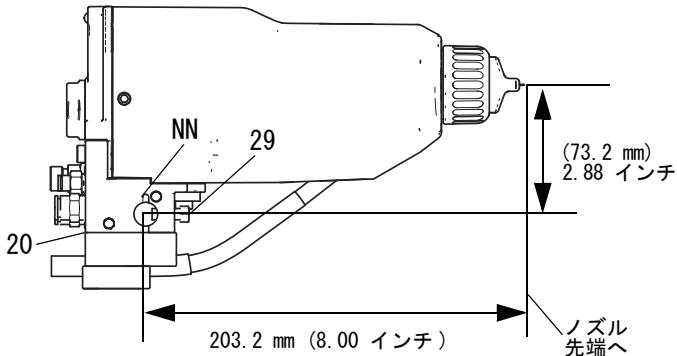

図 4 取り付け
- マニホールドの 2 本のセットネジ (29) をゆるめて、マニホールド (20) を 13 mm (1/2 インチ) 取り付けロッドにスライドします。図 4 を参照してください。
**メモ：**位置決めの精度を上げるために、3 mm (1/8 インチ) の位置決めピンをブラケットのスロット (NN) に合わせ、ロッドの穴を通します。詳細は 図 4 を参照してください。